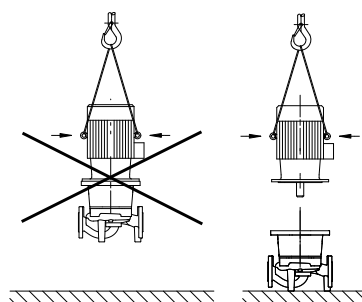

Fig. 8: Mootori transportimine
- Mootori transportaasad on mõeldud üksnes mootori, mitte kogu pumba, transportimiseks (Fig. 8).